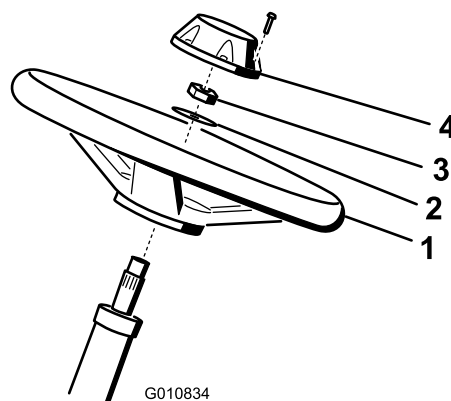

Figura 3
1. Faça deslizar o volante para a coluna de direção (Figura 3).
2. Faça deslizar a anilha para a coluna de direção (Figura 3).
3. Fixe o volante na coluna com uma porca de retenção e aperte-a com 27 a 35 N·m (Figura 3).
4. Instale a tampa no volante e fixe-a com um parafuso (Figura 3).